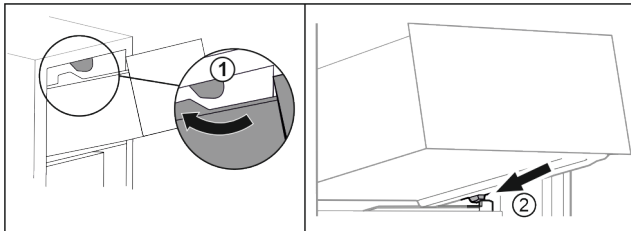

Fig. 18
- ▶ Lade om de bovenste stoppers leiden. Fig. 18 (1)
- ▶ Lade schuin achter de onderste stoppers op containerrib plaatsen. Fig. 18 (2)